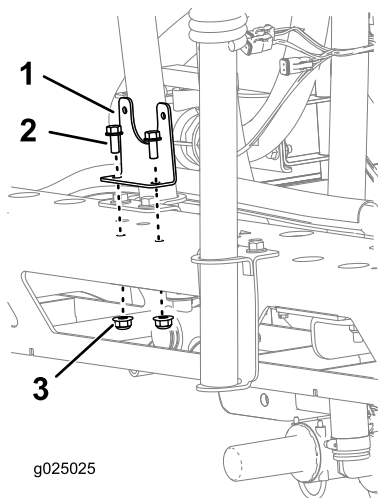

図1
2. ブラケットをフレームに固定するボルト5/16 x 3/4 インチ2本、ロックナット5/16 インチ2個を使用して図1のように取り付ける。